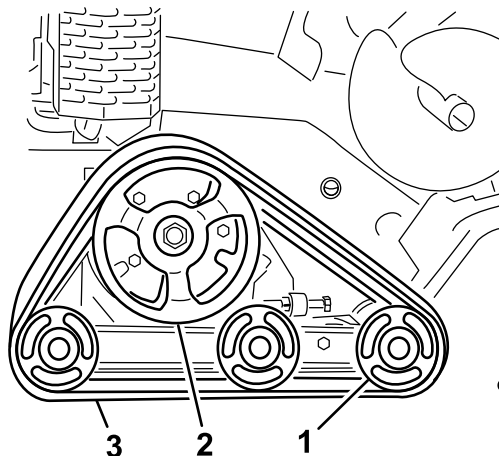

Figure 46
**Important:** Nettoyez soigneusement les galets de roulement et le pignon d'entraînement (Figure 46).